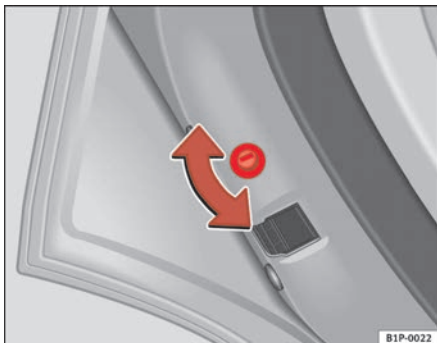
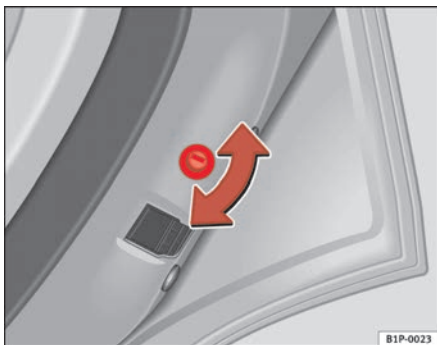

Abb. 61 Kindersicherung in der linken Tür
Abb. 62 Kindersicherung in der rechten Tür
- Drehen Sie bei geöffneter Tür den Schlitz mit dem Fahrzeugschlüssel bei der linken Tür im Uhrzeigersinn und bei der rechten Tür gegen den Uhrzeigersinn ⇒ Abb. 61, ⇒ Abb. 62.
- Drehen Sie bei geöffneter Tür den Schlitz mit dem Fahrzeugschlüssel bei der rechten Tür im Uhrzeigersinn und bei der linken Tür gegen den Uhrzeigersinn ⇒ Abb. 61, ⇒ Abb. 62.